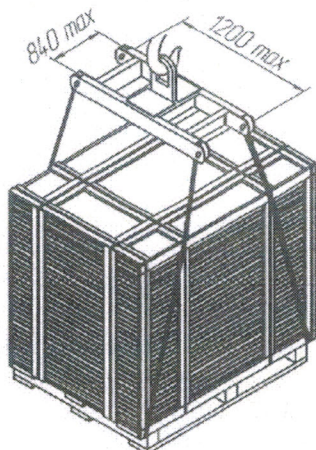

Рис. 1. Строповка пакета траверсой со стропами
Строповку пакетов производить согласно рис.1 или 2.
3. Застропить первый пакет согласно схемы строповки (см. рис. 1 или 2).
Первый строп завести под доску поддона согласно рисунка (см. рис. 1 или 2).